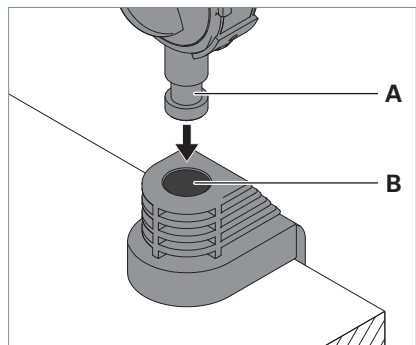

Fig. 2: Montage du luminaire sur l'élément de fixation.
- Introduire le tourillon **A** situé sur les tiges du luminaire dans l'ouverture **B** de l'élément de fixation, voir Fig. 2.